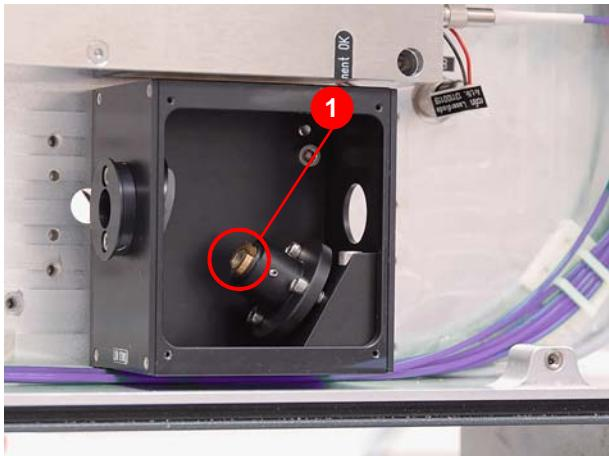

Abbildung 7.47 Vorjustage Positionierlaser
12. Mit der Messingschraube (1) (Abbildung 7.47) den roten Laserstrahl auf eine etwa 1,5 m bis 2 m entfernte weiße Fläche richten und an der Messingschraube so lange drehen, bis der minimale Durchmesser des Laserstrahls erreicht wird.